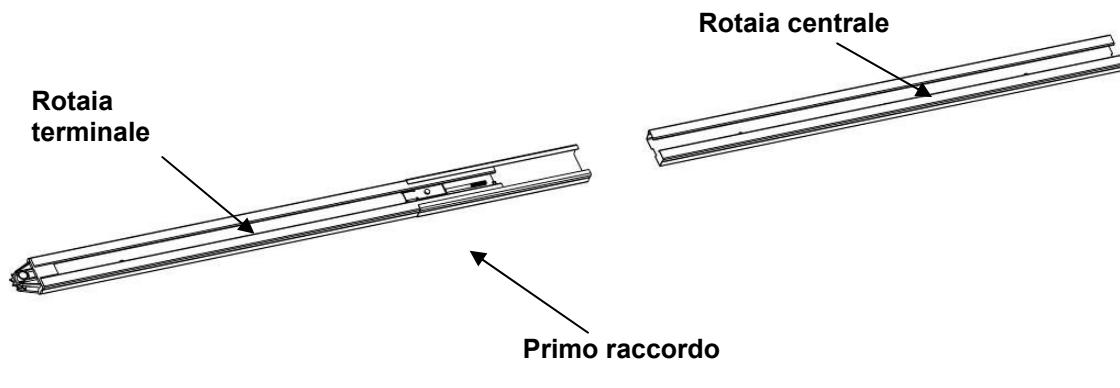

FIG. 5
- Come illustrato nella Fig. 5, fare scorrere la rotaia terminale e la rotaia centrale nel primo raccordo.